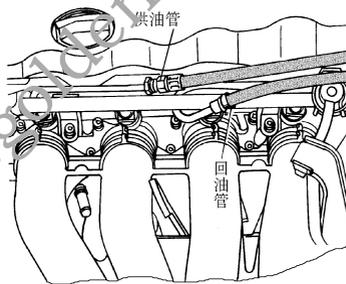

图 2-14 断开燃油供油管和回油管
32) 断开如图 2-14 所示燃油供油管 and 回油管。